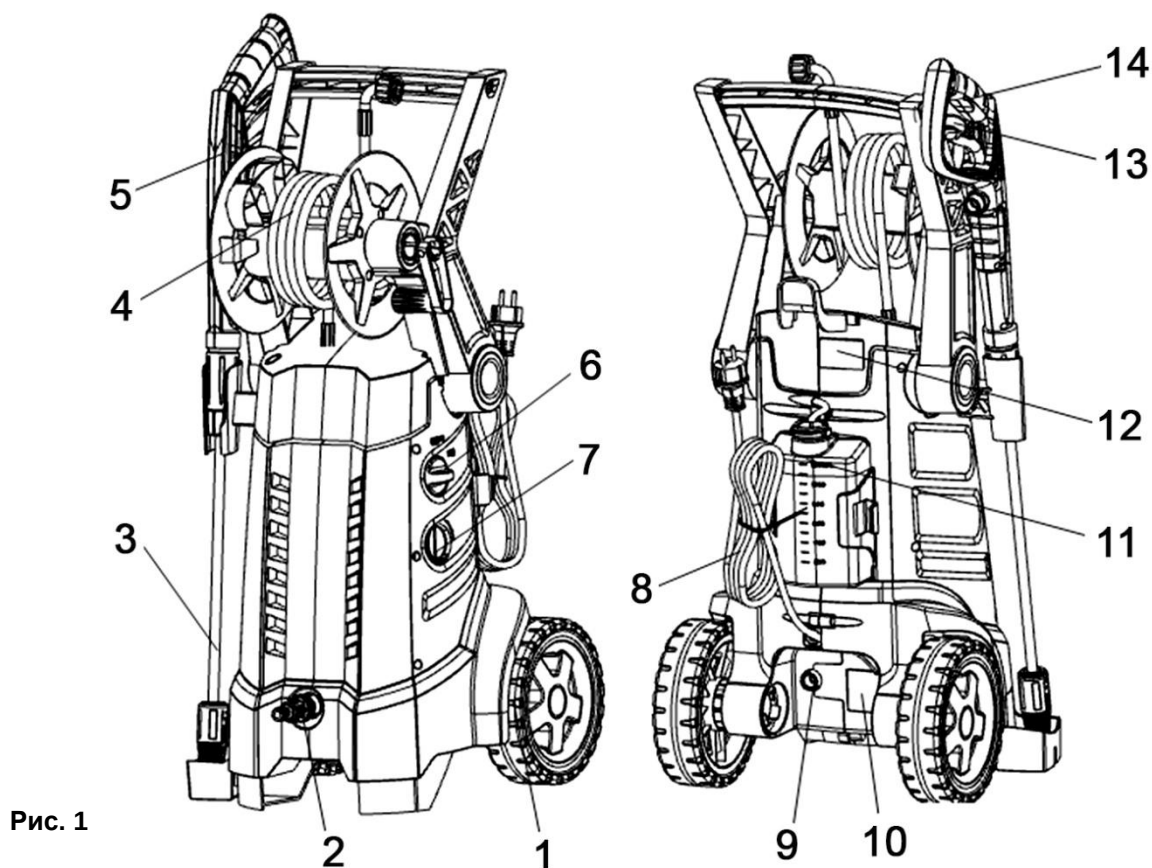

Рис. 1
- Подключите шланг высокого давления к выходному штуцеру на корпусе мойки (2) (См. Рис.1; 4). Плотнo затяните его руками. Не затягивайте соединение спец. инструментом, чтобы исключить риск повреждения штуцера насоса.
- Достаньте один конец шланга из емкости, и не выливая из него воду, подключите к соединительному фитингу (2)(См. Рис.1; 4; 5) на мойке.
- Установите выключатель (6)(См. Рис.1; 6) в положение «ВКЛ» (ON).
- Отожмите кнопку блокировки пуска (14)(См. Рис.1; 7) и направьте форсунку пистолета - распылителя на обмываемый участок.
- Нажмите на пусковую клавишу (13)(См. Рис.1; 7) пистолета-распылителя.
- Отпустите пусковую клавишу пистолета (13)(См. Рис.1; 7).
- Заблокируйте пусковую клавишу ручного пистолета-распылителя с помощью кнопки блокировки (14)(См. Рис.1; 7).
- Во время продолжительных перерывов в работе (свыше 5 минут) аппарат следует выключать, для этого переведите выключатель (6)(См. Рис.1; 6) в положение «ВЫКЛ» (OFF).
- **Для прекращения подачи струи воды:** отпустите пусковую клавишу пистолета (13)(См. Рис.1; 7).
- Мойка имеет систему полной остановки. При освобождении пусковой клавиши пистолета (13)(См. Рис.1; 7) электродвигатель насоса автоматически отключается.
- **Для выключения аппарата:** переведите выключатель в положение «ВЫКЛ» (OFF) (6)(См. Рис.1; 6).